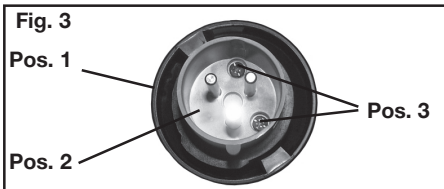
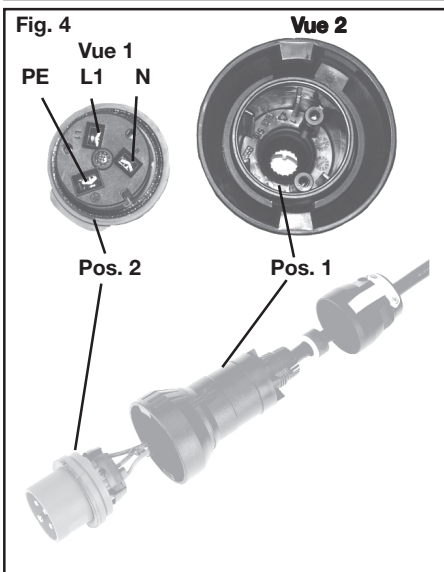

Fig. 3
Fig. 4
Les vis de fixation (pos. 3, fig. 3) de l'insert de la fiche (pos. 2, fig. 4) sont desserrées pour le sortir de l'alvéole. Puis, l'insert peut être raccordé aux connexions des contacts mâles (voir vue 1, fig. 4).
Attention: En cas de perte des vis de fixation (pos. 3, fig. 3) celles-ci doivent être remplacées par des vis similaires ou être demandées au fabricant.